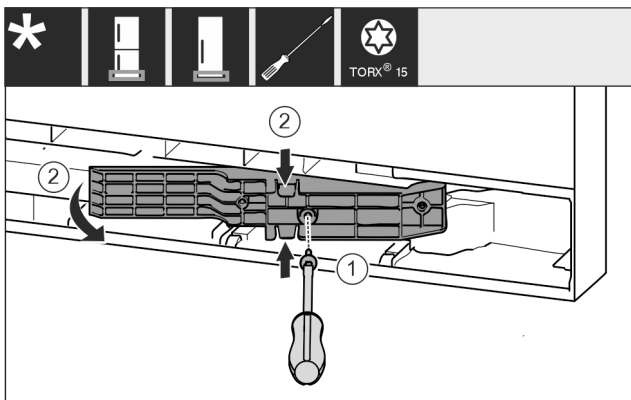

Fig. 16 *
- ▶ Desserrer les vis avec un tournevis T15. Fig. 16 (1)*
- ▶ Sortir l'adaptateur. Fig. 16 (2)*